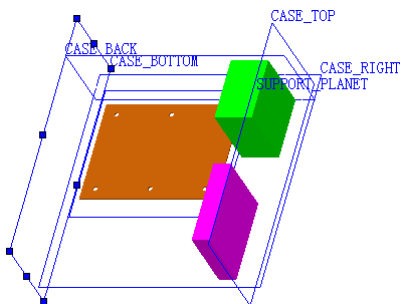

图 17.3.9 创建机箱的底平面
Step5. 创建图 17.3.9 所示的机箱的底平面。选择下拉菜单 **插入(I)** → **参考几何体(G)**